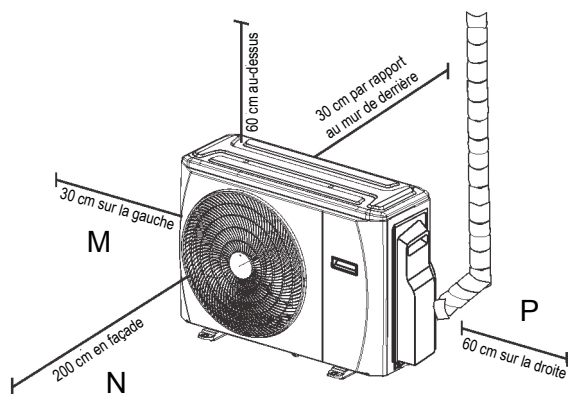

Fig. 5.7
**REMARQUE :** La distance minimale entre l'unité extérieure et les murs spécifiée dans le guide d'installation ne s'applique pas aux pièces hermétiques. Veillez à ce que l'unité soit parfaitement dégagée dans au moins deux directions (M, N, P). (Voir Fig. 5.7.)